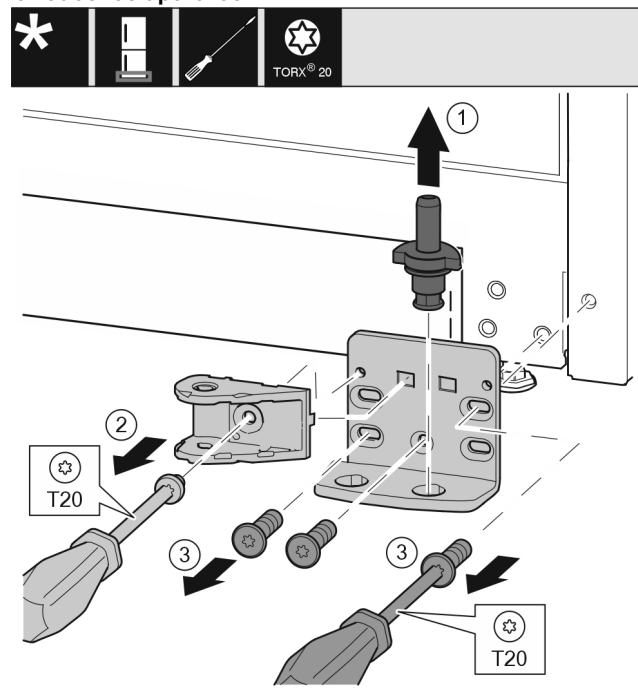

Fig. 34 \*
- ▶ Extraer por completo el perno de apoyo hacia arriba. Fig. 34 (1)\*
- ▶ Desenroscar el tornillo con el destornillador T20 y retirar la conexión del amortiguador de cierre. Fig. 34 (2)
- ▶ Desenroscar los tornillos con el destornillador T20 y retirar el soporte de apoyo. Fig. 34 (3)\*